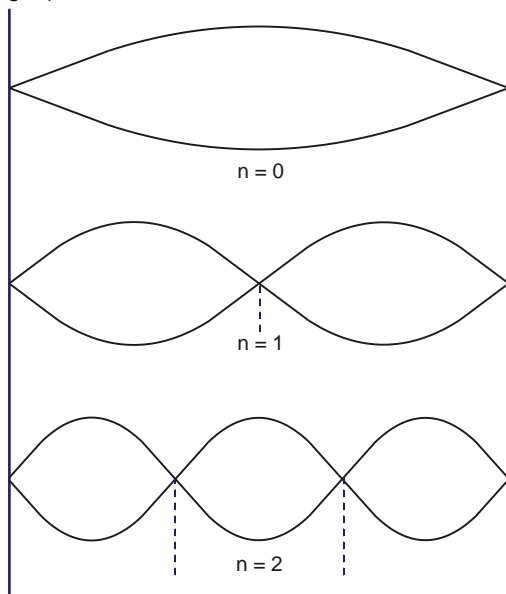

Fig. 3: Ondas estáticas
Ou seja, a condição de ressonância (5) demanda que o comprimento  $L$  seja exatamente um múltiplo inteiro da metade do comprimento de onda. A frequência de ressonância tem que se adequar a este comprimento de onda.  $n$  é aqui o número de nós de oscilação. Ele é zero, quando se formar somente um ventre na oscilação básica (vide Fig. 3).